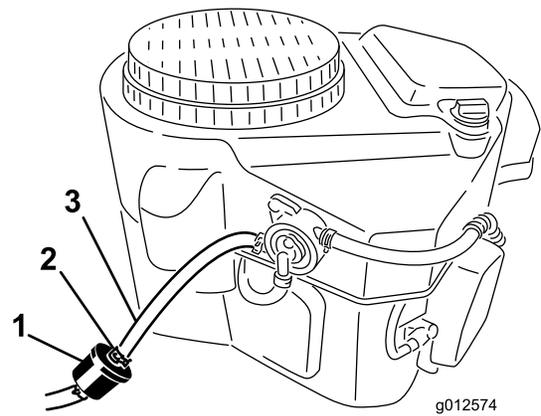

Figure 51
2. Nettoyez la surface autour du bouchon du réservoir de carburant pour éviter que des débris ne tombent à l'intérieur du réservoir (Figure 51).
4. Pincez les extrémités des colliers et faites-les glisser pour les éloigner du filtre (Figure 51).